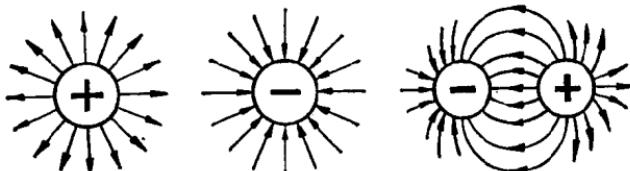

图 1-4 电力线的方向
1. 正电荷的电力线方向朝外，负电荷的电力线方向朝内。换句话说，电力线是从正电荷出发，终止在负电荷上，如图1-4所示。